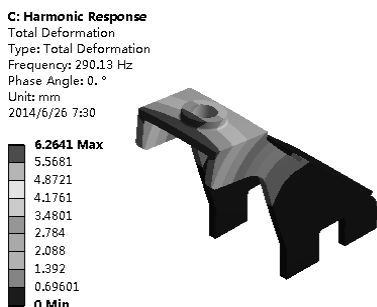

图 6-66 变形云图
7) 应变云图。在【Outline (分析树)】中选择【Solution (C6)】节点，单击其下的【Total Deformation】项，在图形窗口显示出应变云图，如图 6-66 所示。